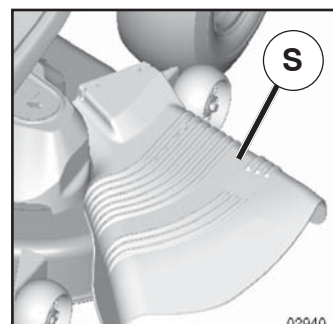

Fig. 11
**ATTENTION: N'utilisez pas la tondeuse sans le déflecteur (S) ou sans le ramasse-herbe s'il y a lieu (Voir La Fig. 11).**